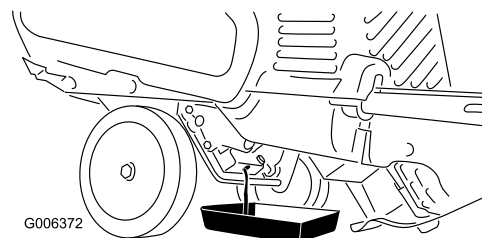

Bild 21
3. Stellen Sie eine Ölauffangwanne unter die Ölablassschraube, nehmen die Schraube heraus und kippen die Maschine nach hinten und lassen Sie das Altöl in die Ölauffangwanne laufen (**Bild 21**).